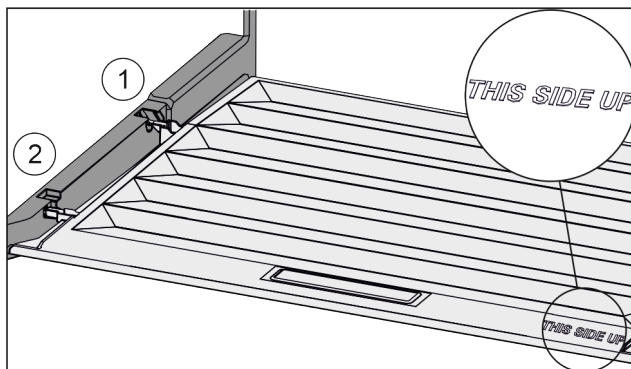

Fig. 59
- ▶ Dekselranden via de opening van de achterste houder Fig. 59 (1) aanbrengen en van voren in de houder Fig. 59 (2) klikken.